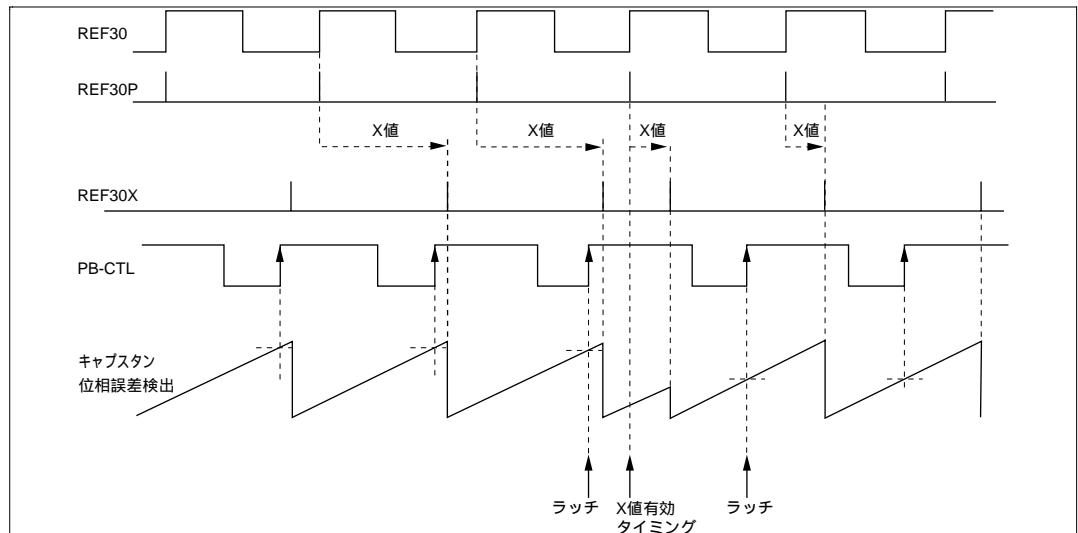

図 13.30 ラッチタイミングを越えた値から越えない値に変更した場合
(2) XDR をラッチタイミングを越えた値から越えない値に設定し直した場合 (図 13.30)